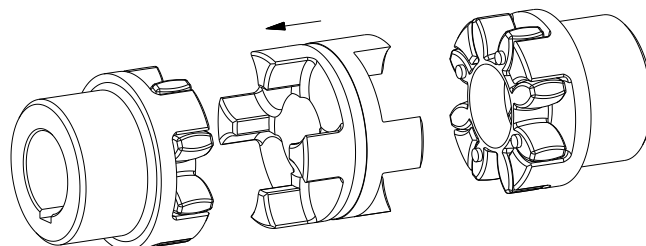

Fig. 15: DKM-mellemstykket montering
- Sæt dertil DKM-mellemstykket ind i tandkransen på ind- eller udgangssiden (se fig. 15).